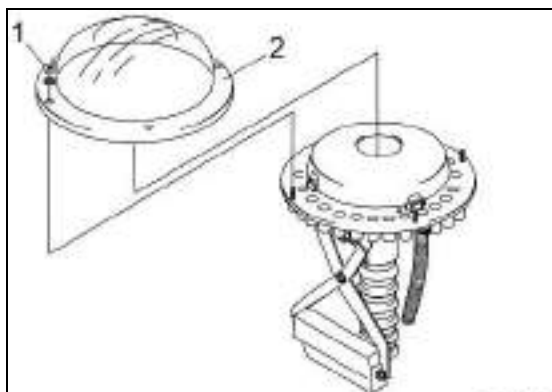

Рис. 122
В случае блокировки дозирующего вала вследствие попадания посторонних предметов в дозатор, пластиковый винт отходит в сторону (Рис. 122/1) и работа привода во избежание повреждений прерывается.
3. Извлеките запасной винт (Рис. 122/2) из держателя.